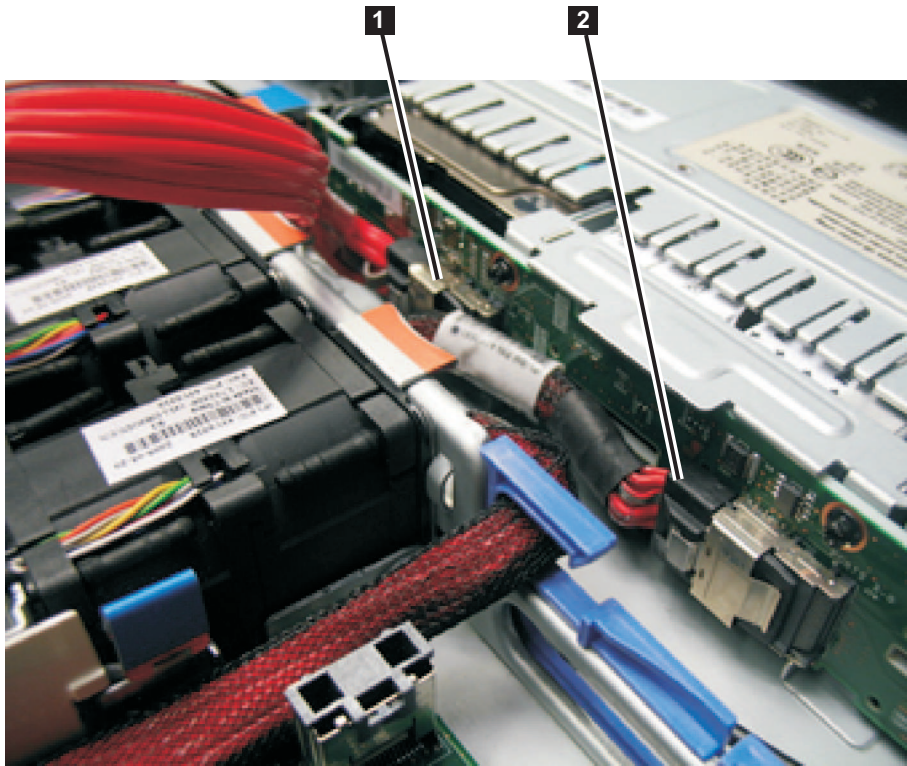

図 227. SAN ボリューム・コントローラー 2145-CG8 または 2145-CF8 のディスク・バックプレーンに接続されたブート・ディスク SAS ケーブルおよび高速 SAS ケーブル
11. 298 ページの図 227 に示すように、ディスク・バックプレーンの後部中央にある SAS コネクターから高速 SAS ケーブルを切り離します。